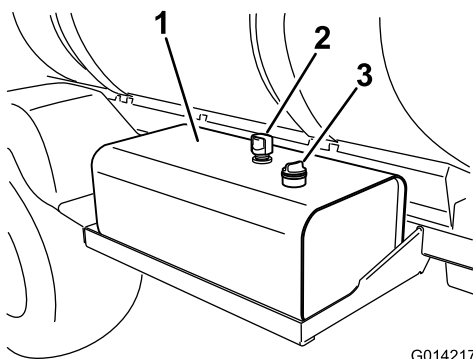

Figure 140
- Nettoyez la surface autour du bouchon-jauge du réservoir de liquide hydraulique et enlevez-le (Figure 140).